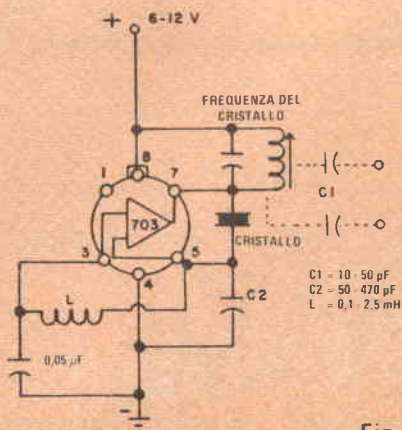

Fig. 6
**6) Oscillatore a cristallo** - Usando un circuito integrato 703, è facile costruire un oscillatore a cristallo per frequenze comprese tra 1 MHz e 30 MHz (ved. *fig. 6*). I valori di C1, C2 e L sono determinati dal cristallo e dalla frequenza di funzionamento. Il componente piú critico è il condensatore C2, il